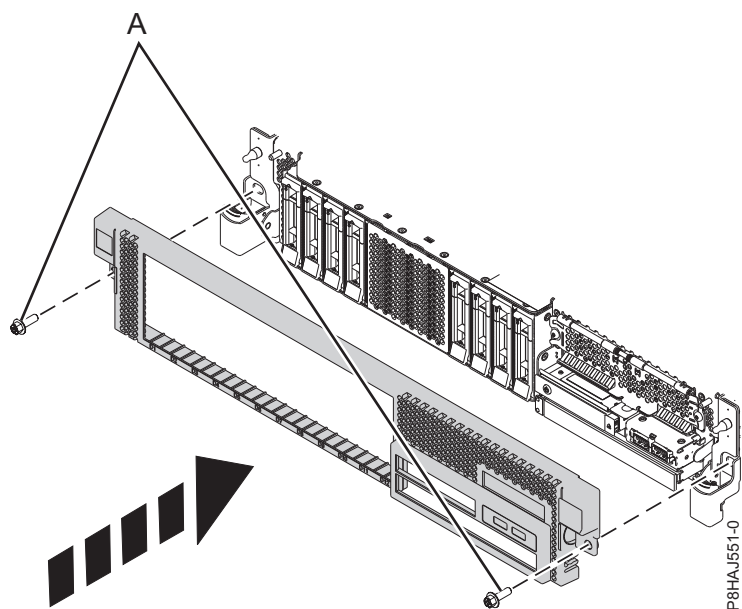

図 21. 前面カバーの取り付け
3. 42 ページの図 21 に示す方向にリリース・ラッチを押して、閉じます。 カチッという音がしてカバーが正しい位置に収まります。カバーにはより簡単につかむことができるくぼみがあります。
4. 配送用ねじ (A) を再取り付けします。